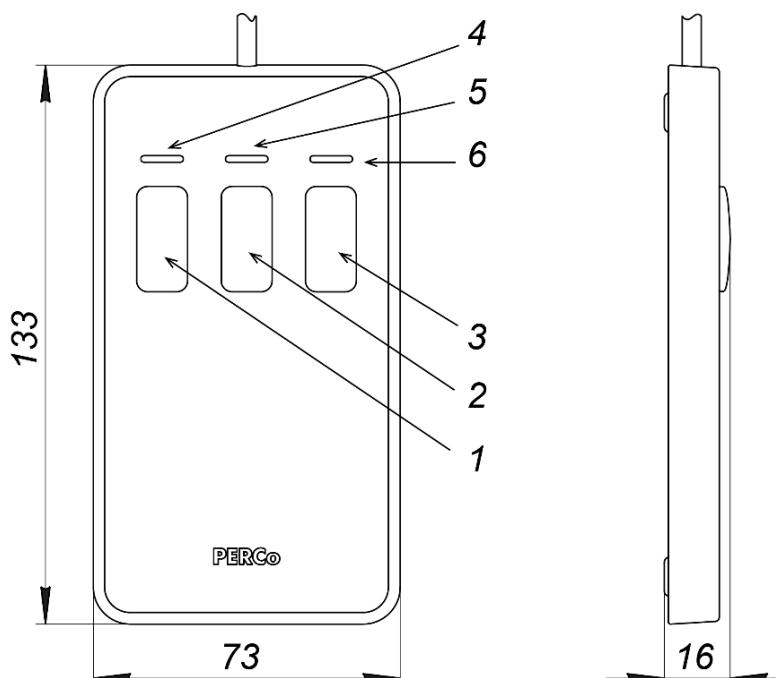

Рисунок 4. Общий вид и габаритные размеры ПДУ
ПДУ (15) выполнен в виде небольшого настольного прибора с гибким многожильным кабелем в корпусе из ударопрочного АБС-пластика. ПДУ предназначен для подачи команд оператором при ручном режиме управления турникетом. Общий вид ПДУ показан на рис. 4.